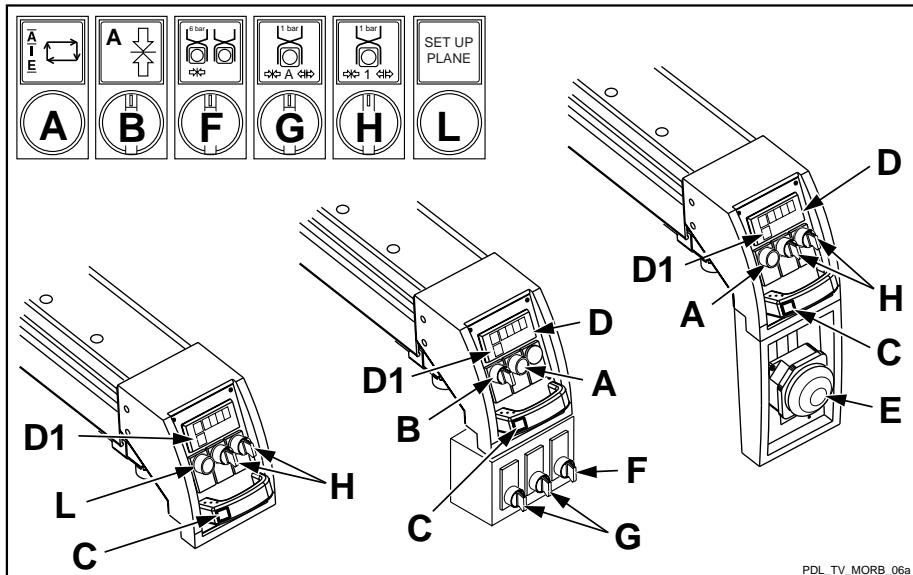

Fig. 9
- I pulsanti A (Fig. 9) comandano lo start ciclo (un pulsante per ogni campo di lavoro)